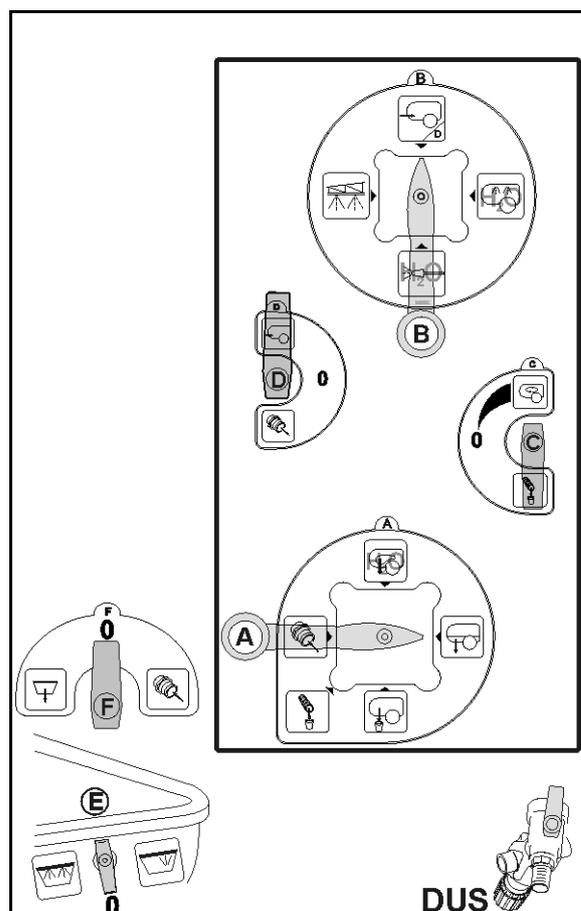

Рис. 150
Ежедневно очищайте всасывающий фильтр (Рис. 150) после очистки полевого опрыскивателя.
1. Освободите крышку всасывающего фильтра (Рис. 150/2).
2. Снимите крышку и фильтр (Рис. 150/3) и очистите их водой.
5. Отверните крышку всасывающего фильтра (Рис. 150/2).
6. Активизируйте клапан сброса давления на всасывающем фильтре (Рис. 150/1).
7. Снимите крышку с всасывающим фильтром (Рис. 150/3) и обмойте ее водой.